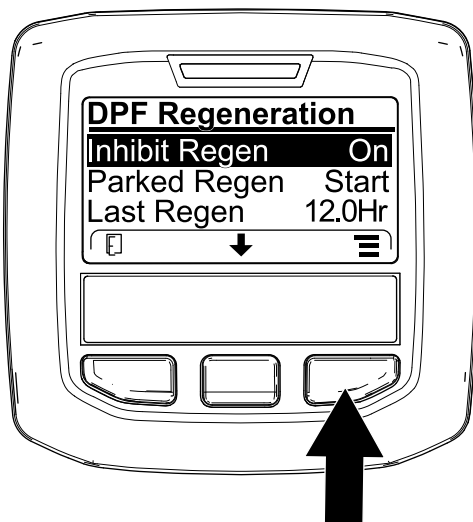
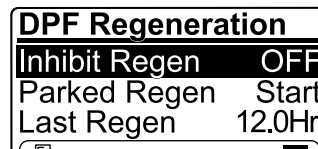

Bild 43
Bild 44
1. Navigieren Sie auf das Menü „DPF Regeneration“, drücken Sie die mittlere Taste und navigieren Sie auf die Option INHIBIT REGEN.; drücken Sie die rechte Taste, um den Eintrag „Inhibit Regen.“ auszuwählen (Bild 43).
2. Drücken Sie die rechte Taste, um die Einstellung für das Verhindern der Regenerierung von „On“ in „Off“ (Bild 43) oder von „Off“ in „On“ (Bild 44) zu ändern.